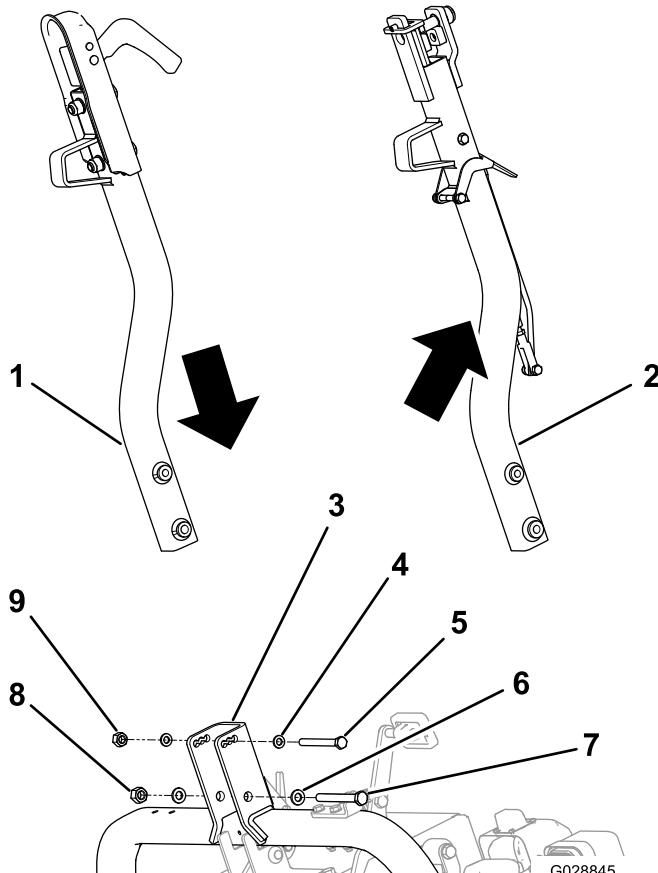

Figura 1
- Retire os parafusos, anilhas e porcas de bloqueio que prendem o engate existente e retire o engate (Figura 1).